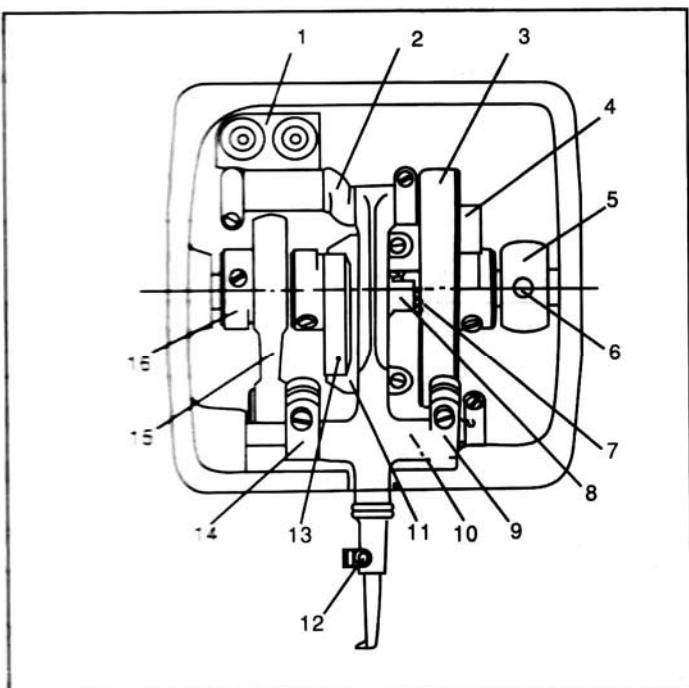
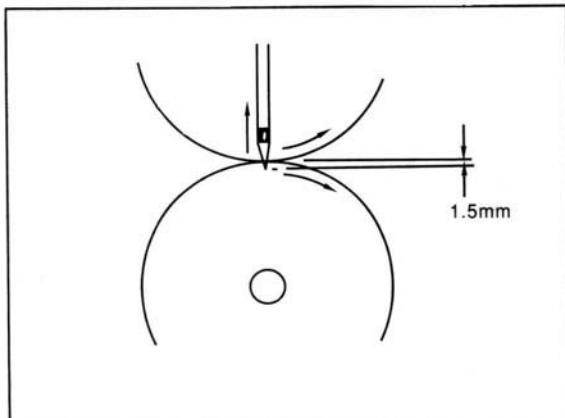
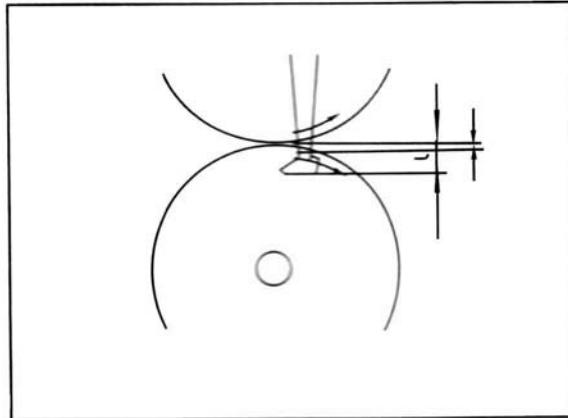
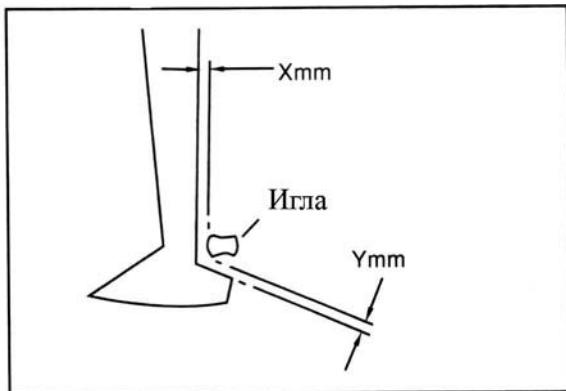

Рис. 5
Рис. 10
Рис. 11
Рис. 12
Перед регулировкой должна быть осуществлена синхронизация, грубая установка кулачка и эксцентриков. Прежде всего, поверните маховое колесо слева от машины, установите игловодитель в максимальную переднюю позицию, затем откройте крышку, осуществите грубую установку кулачка и эксцентриков в соответствии с рис. 5.
В момент, когда игловодитель возвращается, острие иглы должно выступать перед краем заднего ролика на расстояние 1,5 мм, см. рис. 10. Если требуется регулировка, то нужно ослабить крепежный винт эксцентрика на главном вале (рис. 5) и крутить эксцентрик до тех пор, пока не установите необходимую синхронизацию, затем затяните винт эксцентрик.
Когда петлитель находится в крайнем переднем положении, зазор (t) между острием петлителя и краем заднего диска должен быть: для GP4-4, $t=6$ mm; для GP4-5, $t=6.5^{+0.3}$ mm; для GP4-6, $t=7.5^{+0.3}$ mm. При необходимости ослабьте винты (рис. 5), переместите петлитель внутрь или наружу и снова затяните винт (рис. 11).
1) Между петлителем и иглой должен быть зазор согласно (рис. 12) и таблицы, когда игла находится в крайнем заднем положении. Если необходима регулировка, ослабьте винт держателя петлителя (рис. 5), поверните петлитель (без перемещения наружу или внутрь, чтобы сохранить зазор между острием петлителя и краем заднего ролика).